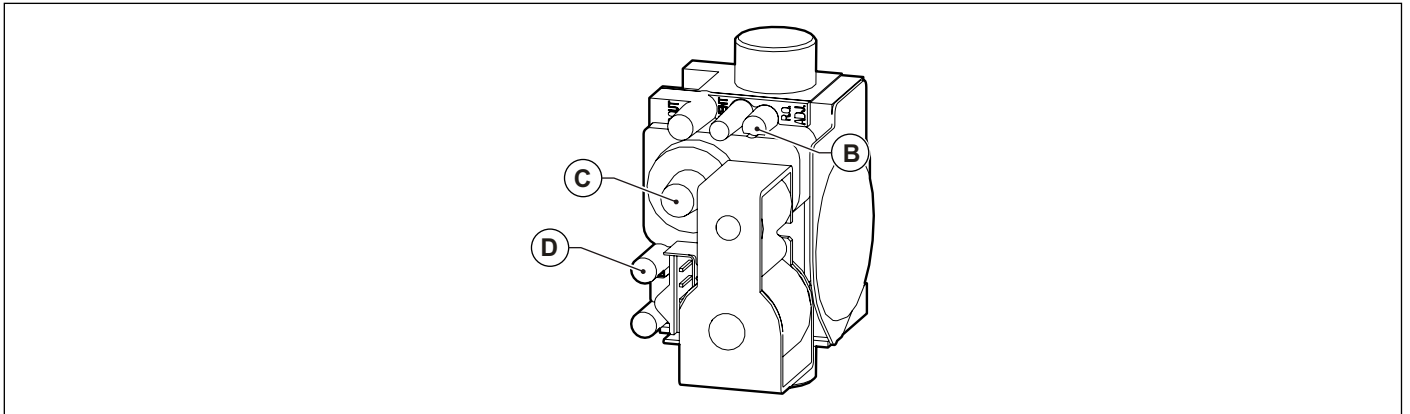

Abb. 35 Einstellung des Gasventils
- Den (CO₂) - Gehalt im Abgas anpassen, dazu die Einstellschraube **B** drehen (siehe Abb. 35 Einstellung des Gasventils) die Abgaswerte überprüfen/anpassen, siehe Tab. 33 CO₂-Werte im Abgas.
- Den (CO₂) - Gehalt im Abgas anpassen, dazu die Einstellschraube **C** drehen (siehe Abb. 35 Einstellung des Gasventils) die Abgaswerte überprüfen/anpassen, siehe Tab. 33 CO₂-Werte im Abgas.
- Drehen Sie den Verhältnisregler **B** (siehe Abb. 35 Einstellung des Gasventils), um den Sauerstoff-Wert (O₂) im Rauchgas zu regulieren, bis er innerhalb der Grenzwerte liegt, und zwar gemäß Tab. 34 O₂-Werte im Abgas.
- Drehen Sie den Regler des Offsets **C** (siehe Abb. 35 Einstellung des Gasventils), um den Sauerstoff-Wert (O₂) im Abgas und den Gasdruck des Offsets zu regulieren, bis beide innerhalb der Grenzen liegen, und zwar gemäß Tab. 34 O₂-Werte im Abgas.